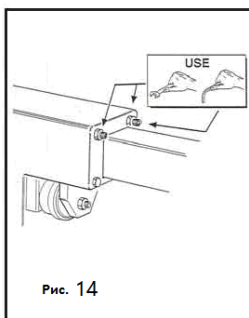

Рис. 14
- Если монтажная головка находится слишком далеко от обода в горизонтальном направлении, отрегулируйте винт фиксирующей пластины поворотной консоли, как показано на рис. 14, таким образом, чтобы монтажная головка находилась на расстоянии 2 мм от обода в горизонтальном направлении.